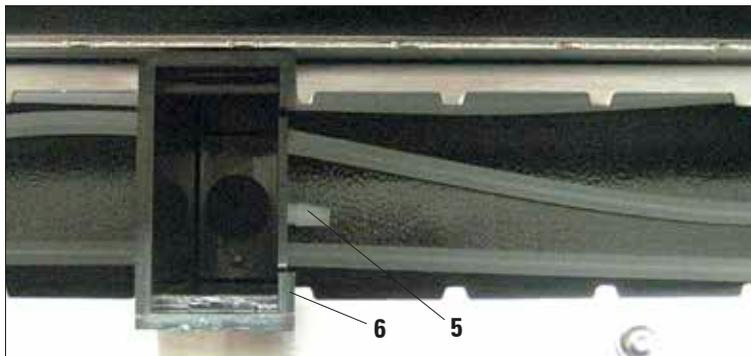

Fig. 23
Colocar los depósitos de agua de enjuague de modo que la conexión del tubo (5) esté orientada al compartimento de extracción (fig. 23).